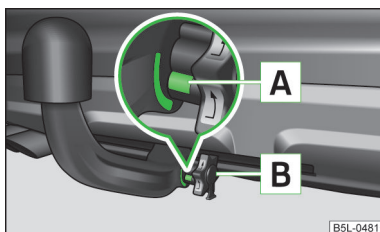

Fig. 130
- ✓ Il contrassegno verde **A** » fig. 130 sulla manopola si trova nel campo verde della testa sferica.